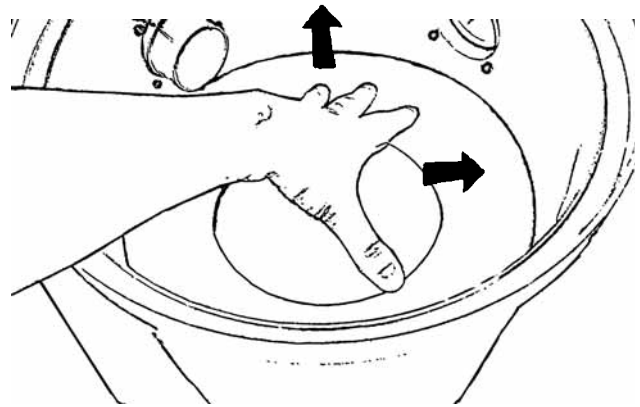

Fig. 12
**Remplacement du filtre :** Saisissez le rebord extérieur du filtre. Retirez le filtre du bac, voir fig. 12. Remplacez-le par un filtre neuf. Ce filtre peut également être nettoyé en le secouant ou en le lavant dans l'eau. **Si vous lavez le filtre, vous devez attendre qu'il soit complètement sec avant de le remettre en place.**